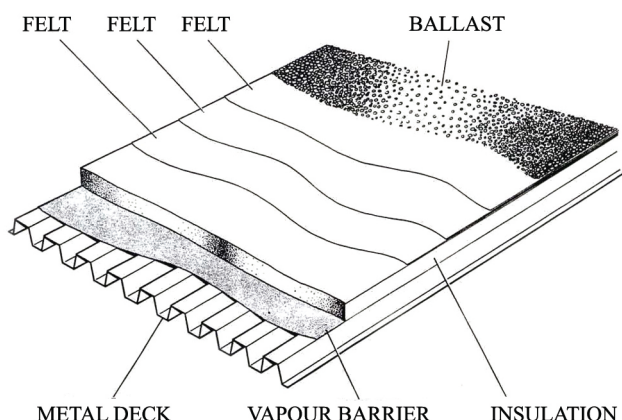

Figure 6. Típico tejado sobre cubierta metálica.
1. Sistemas de tejado integrado (BUR): Compuestos por 3 ó 4 capas de tela asfáltica, con adhesivo bituminoso entre cada capa. (Fig.6). Los problemas incluyen: